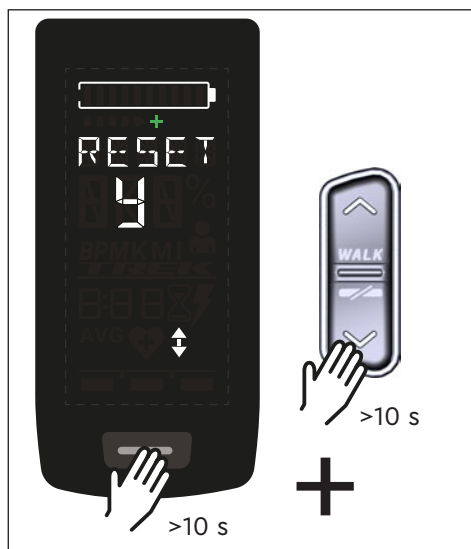

Abb. 10: Rücksetzen auf Werkseinstellungen
- Halten Sie die Bedientaste am Display und die Bedientaste UNTEN an der Remote für mindestens 10 s gedrückt, es wird zuerst der Setup-Modus und anschließend RESET angezeigt (siehe Abb. 10).